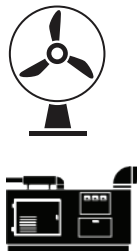

Figura 5-1 - Detalle del arranque de la fuerza de carga
Un generador de arranque a dos hilos generalmente automatiza la rutina de encendido y arranque. Los terminales Común y Normalmente Abierto (NO) del relé se pueden cablear para realizar un arranque del generador a dos hilos - consulte la Figura 5-1 que aparece más adelante.